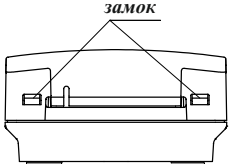

Рисунок 3
- 6.9 Для установки извещателя необходимо отсоединить корпус от основания, нажав отверткой на замки (рисунок 3). При этом кнопка должна быть в отжатом состоянии.